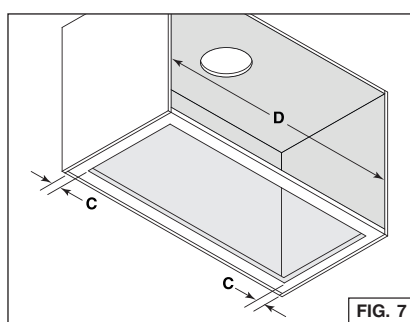

FIG. 7
- Ver la FIG. 7. Medir el material restante en los lados de la base del gabinete (C), si hay 1/4 pulg. o más en material, no hace falta usar los soportes fijos suministrados. Pase al paso 8 en la página siguiente.
- Si hay menos que 1/4 pulg. en material (C), retirar cuidadosamente estas cintas. Medir la anchura interior del gabinete (D) (FIG. 7). Consultar la tabla más abajo para determinar qué configuración de bordes de soporte debe utilizarse.